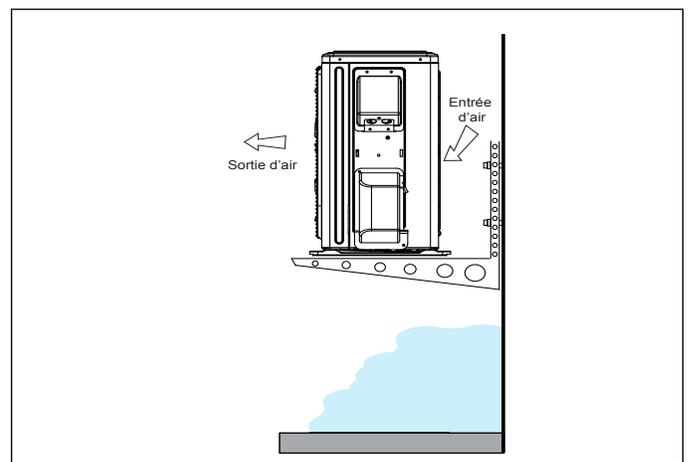

Figure 17. Unité extérieure sur supports au-dessus du niveau de la neige
- La base de l'unité doit être située au-dessus du niveau moyen de la neige comme illustré à la «Figure 17. Unité extérieure sur supports au-dessus du niveau de la neige».